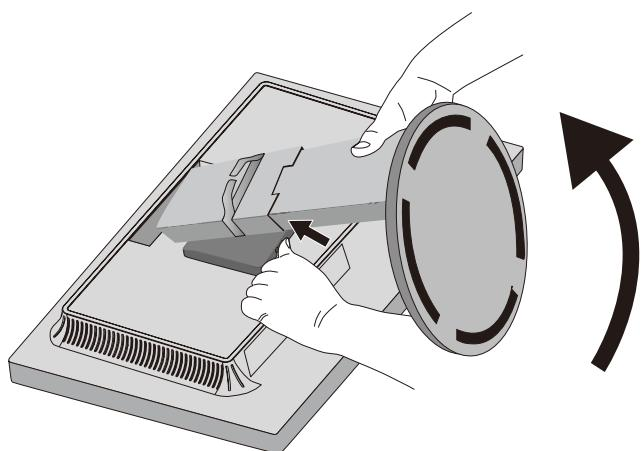

图 S.1
3. 将显示器面朝下放在一个不会造成磨损的表面（图 S.1）。
4. 用一只手握住底座，将另一只手放在快速释放杆上。按箭头所示方向按下快速释放杆（图 S.1）。
5. 提起底座，将它与显示器分离（图 S.1）。现在，可以使用其它方法安装显示器了。按照与此相反的步骤重新安装底座。